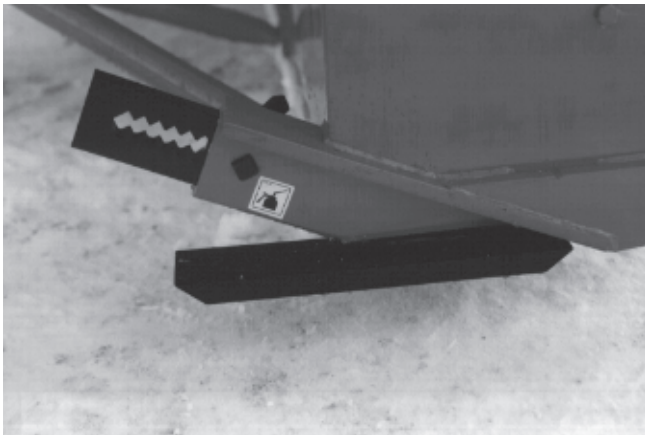

Figure 27
- 5) Faire l'ajustement des patins ajustables selon les conditions du terrain où vous utilisez la souffleuse (Fig. 27).